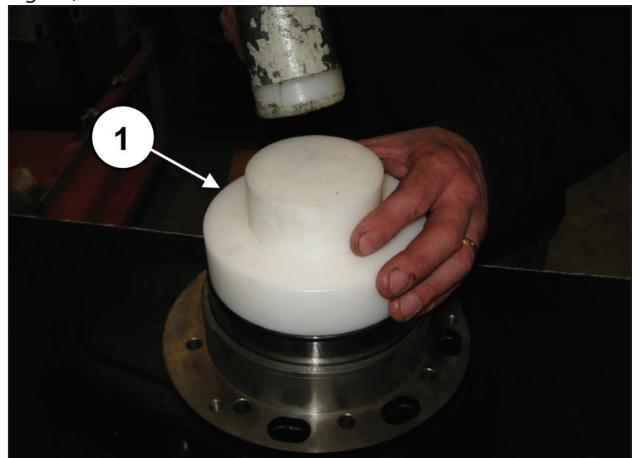
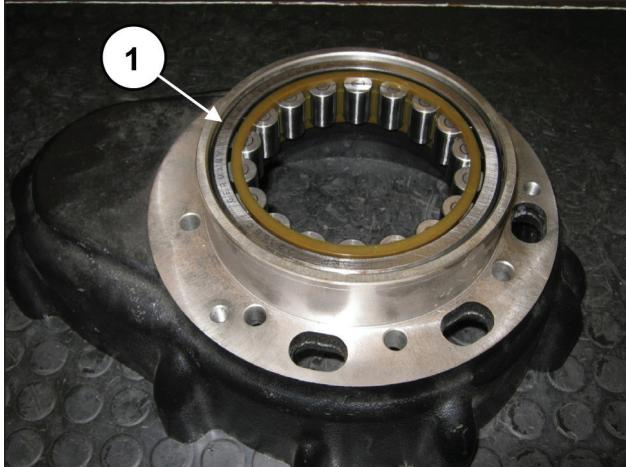

Fig. 55
Fig. 56
Prémonter la bague extérieure du roulement du vilebrequin de l'autre côté du boîtier du réducteur à l'aide de l'outil réf. 27605000 (rep. ①, Fig. 55) jusqu'à arriver en butée (rep. ①, Fig. 56).